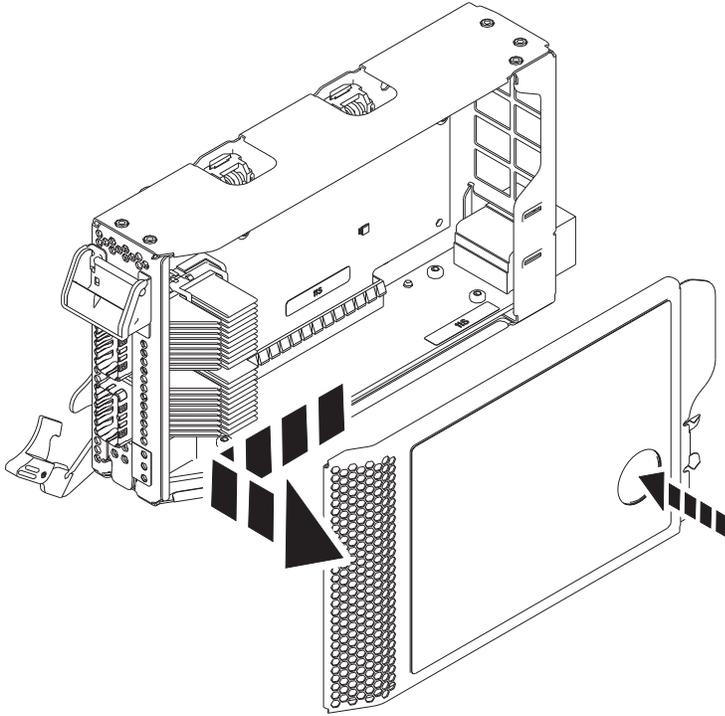

Abbildung 39. Kassettenabdeckung des PCIe-Adapters ausbauen
- a. Drücken Sie auf die terrakottafarbene Schaltfläche auf der Kassettenabdeckung, wie in Abb. 39 auf Seite 41 dargestellt, um die Abdeckung von der Kassette zu lösen.